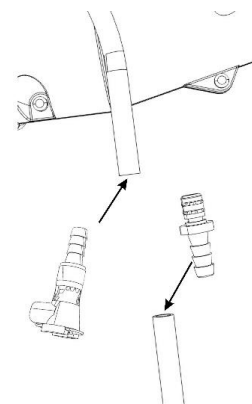
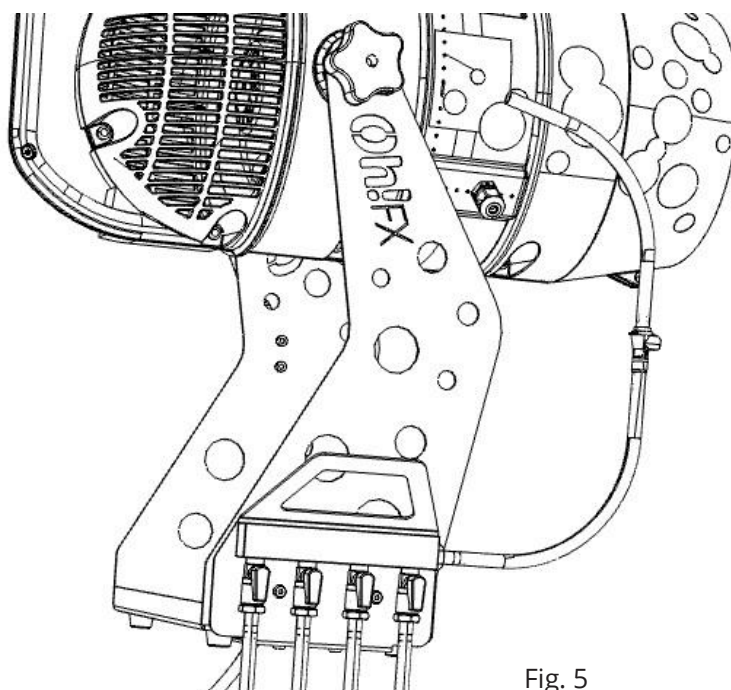

Fig. 3 / 4
Fig. 5
3. Inserte el conector rápido hembra (7) en el tramo del tubo que permanece conectado a la máquina, tal como se muestra en la fig. 3.
4. Inserte el conector rápido macho (6) en el otro tramo del tubo que ha cortado para poder volver a unir ambos extremos cuando no desee utilizar el selector de colores. Reserve ese tramo de tubo sobrante.
5. Conecte el conector rápido macho (6) del tubo de salida (5) del selector al conector rápido hembra (7) del tubo de aspiración de la máquina. Fig. 5.